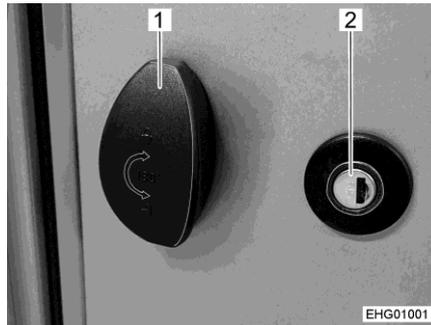

Bild 54 Klappenschloss mit Drehgriff
- Schlüssel in Schließzylinder (Bild 54,2) stecken und eine viertel Umdrehung drehen. Das Klappenschloss ist entriegelt.
- Drehgriff (Bild 54,1) herausziehen und 180° entgegen dem Uhrzeigersinn drehen. Die Außenklappe ist geöffnet.
- Drehgriff (Bild 54,1) 180° im Uhrzeigersinn drehen.
- Schlüssel in Schließzylinder (Bild 54,2) stecken und eine viertel Umdrehung drehen. Das Klappenschloss ist verriegelt.